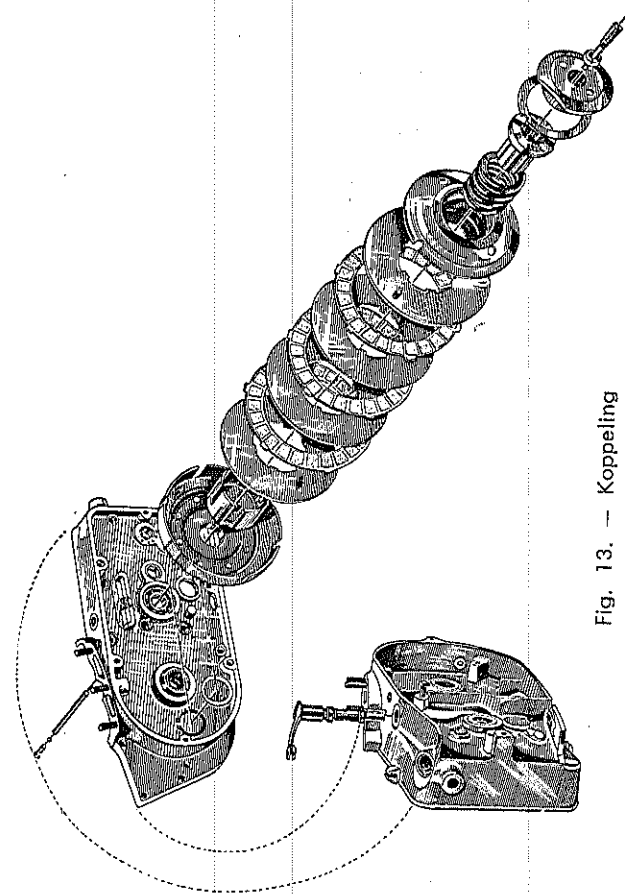

Fig. 13. — Koppeling
a) **KOPPELING** (Fig. 13). — Deze bevindt zich in de ruimte links van de motor, aan het uiteinde van de primaire as van de versnellingsbak. Zijn doel is de motor en de versnellingsbak te verbinden. Hij bestaat uit bekleedde platen; het geheel werkt in olie, waardoor een grote soepelheid verkregen wordt. De druk op de platen wordt verkregen door een zeer soepele veer. De bediening van de koppeling geschiedt met het handel links op het stuur. Een boven de motor geplaatste regelschroef maakt mogelijk de slag van het bedieningshandel af te stellen, zodat dit geen speling heeft. Wanneer de koppeling slipt, d.w.z. wanneer de motor sneller gaat lopen, zonder de machine mee te nemen, moet men iets meer vrije slag geven door de stelschroef van de kabel te verstellen.